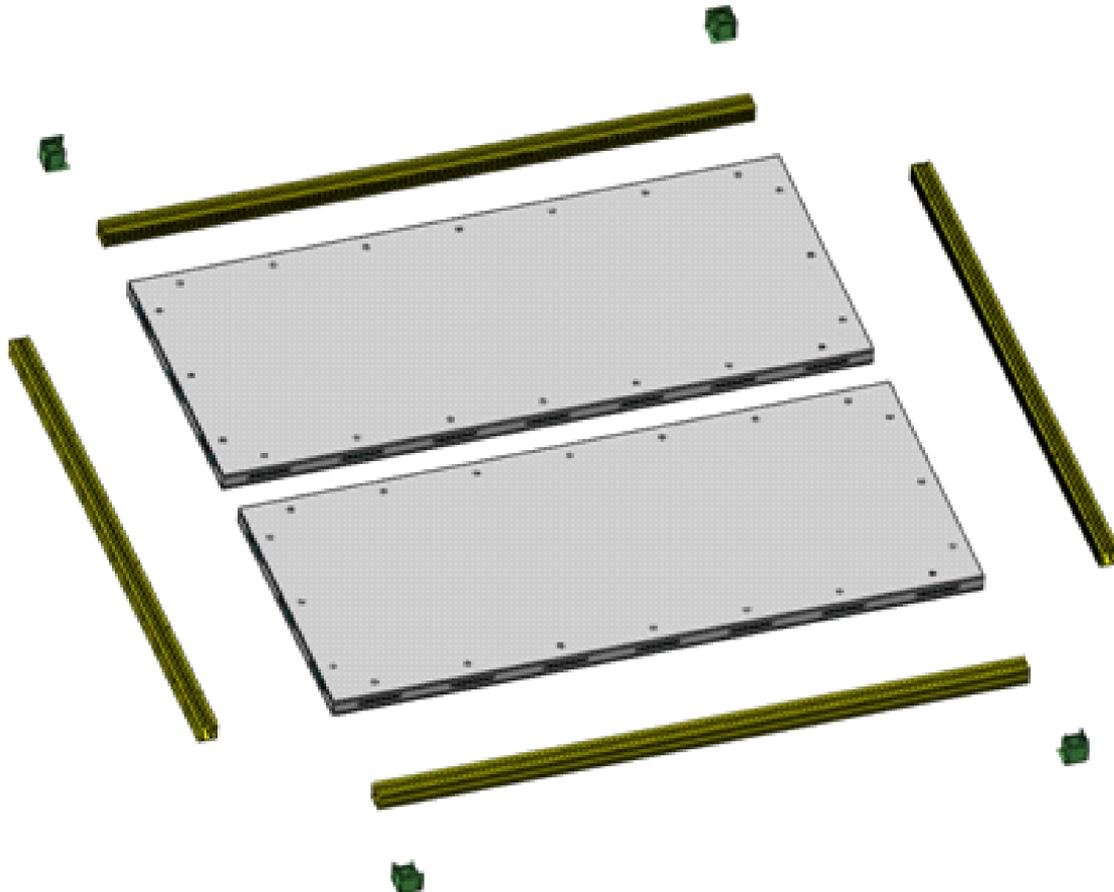

Рис.3.Сборка пола замковой камеры.
2.1. Собрать панели пола.(Рис.3)